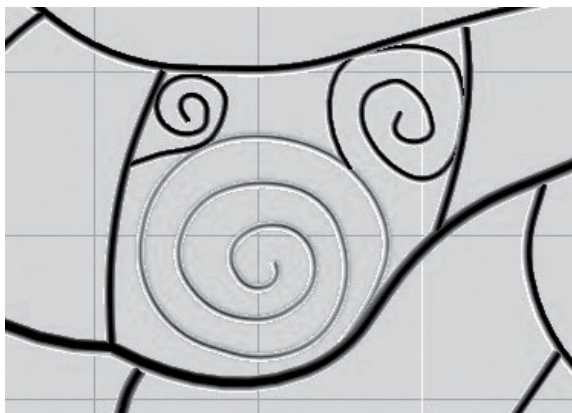

Рис. 13. Составляющие крыла
5. С помощью булевых операций (Создать → Геометрия → Составные объекты → ProBoolean) объединяем все объекты в один. Для этого во вкладке Параметры → Операции выбираем Union, заходим во вкладку Задать операнд и с помощью кнопки Начать отбор соединяем детали. Так же с помощью сплайнов создаем составляющие крыла (рис. 13).